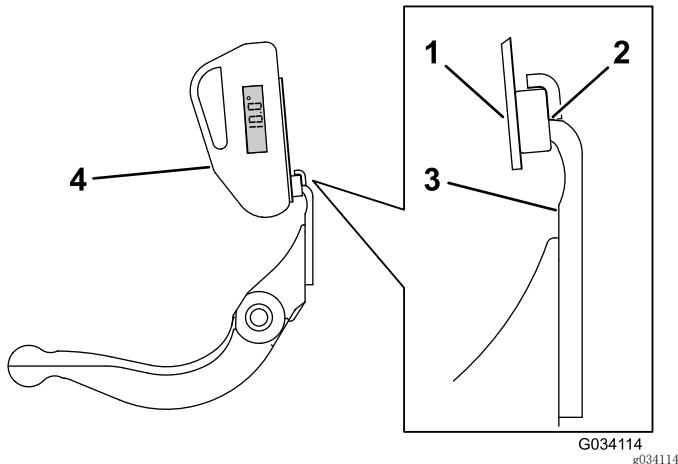

图28
3. 将角度指示器底座放在底刀边缘上,以使磁体边缘与底刀边缘紧密配合 (图28)。
4. 如 图28 所示, 将角度指示器放置到底座上。